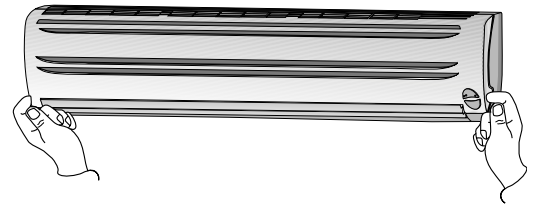

Fig. 9
- Quite la tapa de la parrilla del acondicionador de aire, levantando la parte inferior, y luego jalándola suavemente hacia afuera. Ver Fig. 9 .